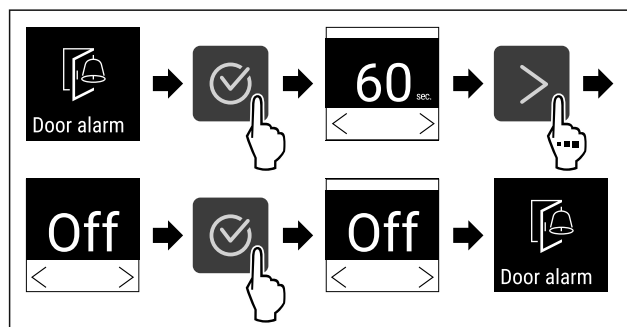

Fig. 106
- ▶ Provedte akční kroky (viz Fig. 106) .